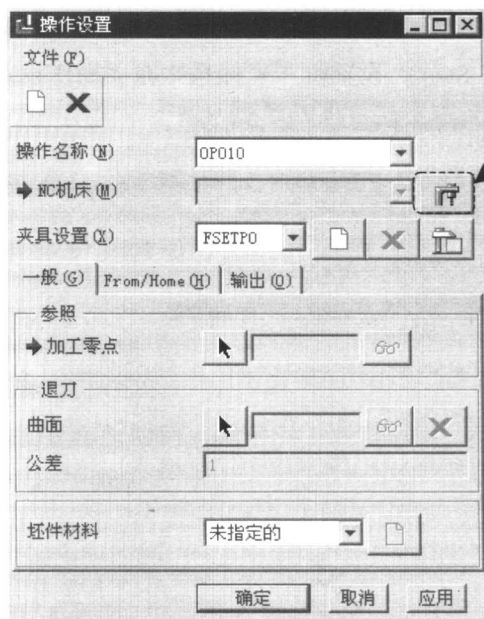

图 1.1.4 “操作设置”对话框
Step1. 在 **MANUFACTURE (制造)** 菜单中, 选择 **Mfg Setup (制造设置)** → **Operation (操作)** 命令, 此时系统弹出“操作设置”对话框, 如图 1.1.4 所示。